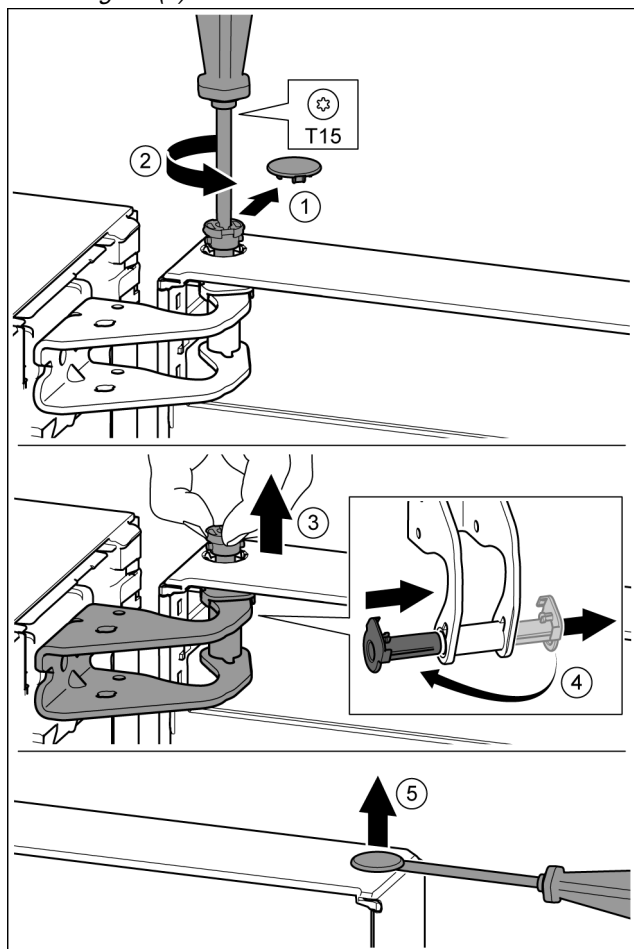

Fig. 11
- Facendo attenzione, togliere la copertura di sicurezza. Fig. 11 (1)
- Con un cacciavite T15 svitare leggermente il perno. Fig. 11 (2)
- Trattenere la porta ed estrarre il perno con le dita. Fig. 11 (3)
- Estrarre la boccola del supporto dalla guida. Inserire dall'altro lato e innestare a scatto. Fig. 11 (4)
- Con un cacciavite sollevare con attenzione i tappi dalla boccola del supporto porta ed estrarli. Fig. 11 (5)